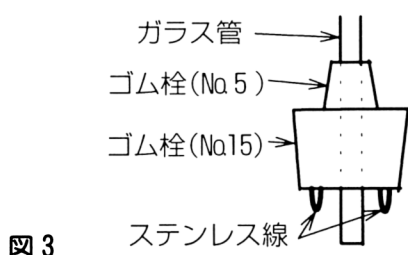
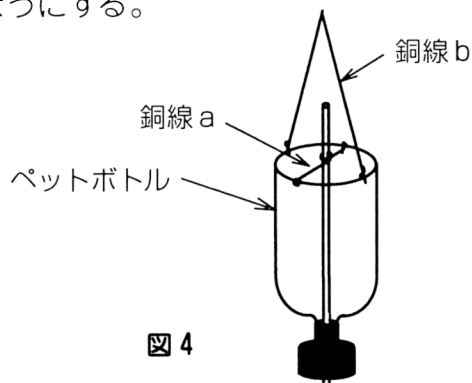

図3
図4
A 冷却部 (図3, 4)
- ① ゴム栓 (No.5, No.15) に、コルクボーラーで8mmの穴をあける。
- ② ガラス管に、ゴム栓 (No.5, No.15) を通す。
- ③ ゴム栓 (No.15) の下部に千枚通しを2箇所ずつ刺し、**図3**のようにU字型に曲げたステンレス線をラジオペンチではさんで刺しこむ。
- ④ カッターで、ペットボトルの底の部分を切り取る。
- ⑤ ガラス管を通したゴム栓 (No.5) をペットボトルの口にはめる。
- ⑥ 熱した針金で、ペットボトルの底に4箇所穴をあける。
- ⑦ **図4**のように⑥の穴に、ガラス管に巻きつけて銅線aを固定する。同様に、銅線bをペットボトルの底に取り付け、吊り下げられるようにする。